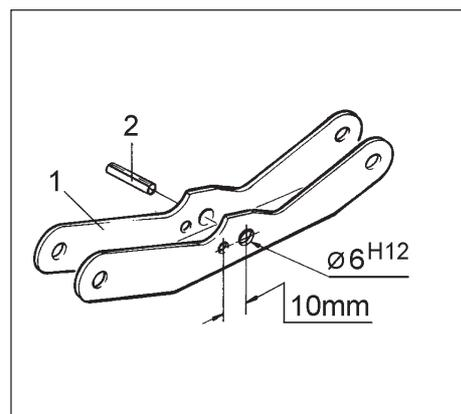

Fig. 26.61
- Taladrar la palanca basculante según la fig. 26.61 ($\text{Æ}6^{\text{H}12}$ mm).
- Introducir en este agujero de la palanca basculante (fig. 26.61/1) un nuevo pasador 6 x 45, DIN 1481 (fig. 26.61/2).